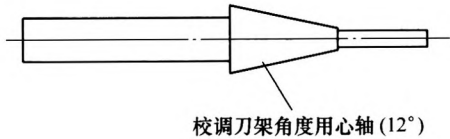

图 3
(2) 调整机床时，首先采用角度心轴（见图 3）调整机床刀架角度，保证在 0.01 mm 范围内。将螺旋角校调好后，拆掉机床顶尖。